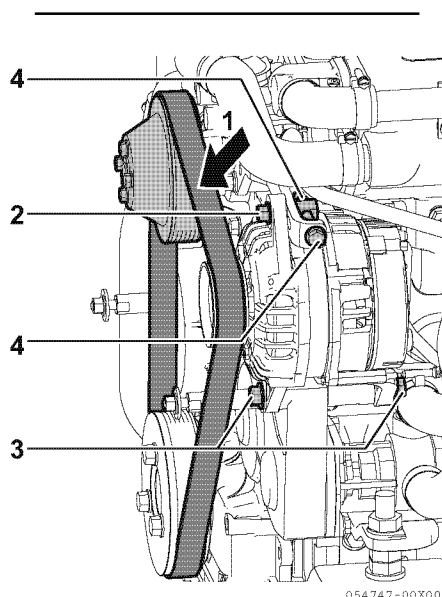

Figura 4
2. Compruebe la correa presionando su centro (**Figura 4, (1)**) con el dedo. Con una fuerza moderada, la correa debe curvarse entre 8 y 10 mm (aproximadamente 3/8 pul.).
3. Afloje los 3 pernos del alternador (**Figura 4, (2) (3) (4)**).
4. Atornille el perno de ajuste (**Figura 4, (4)**) y mueva el alternador para ajustar debidamente la tensión de la correa.